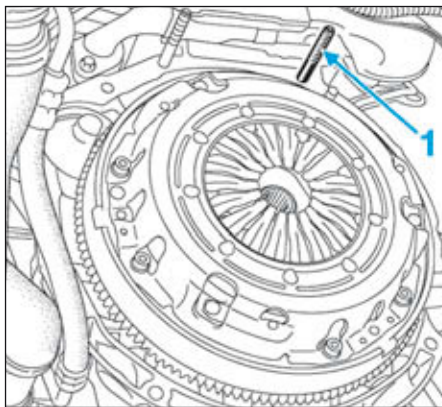

FIG.1
- Déposer le goujon (1) (Fig.1).